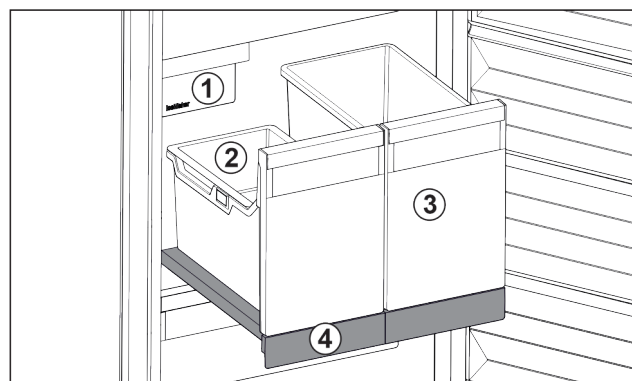

Fig. 93 Compartiment coulissant avec IceTower
Le compartiment coulissant comprend deux bacs hauts (IceTower). Le bac Fig. 93 (2) permet de recueillir et de stocker les glaçons de l'IceMaker. Les bacs Fig. 93 (3) sont conçus pour stocker des aliments hauts comme les pizzas et boissons alcoolisées.